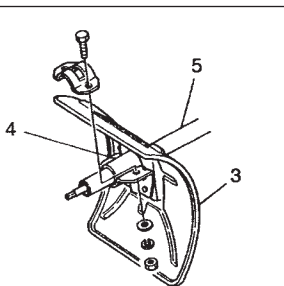

Fig. 2
- 1) Install safety cover (3) and the collar (4) of Mini-culti by inserting onto shaft pipe (5) and fix it temporarily keeping the model name on the cover upright. (Fig. 2)
- 1) Schieben Sie das Schutzschild (3) und die Manschette (4) des Mini-culti auf die Achse (5) und befestigen das Schutzschild temporär so, dass der Modellname nach oben zeigt. (Fig. 2)